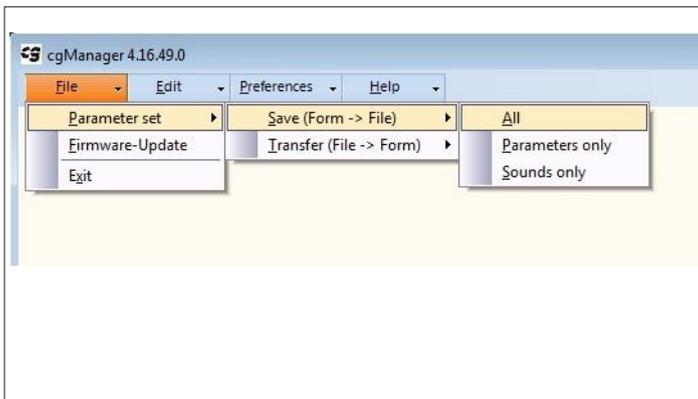

Рис. 87
- Відкриється нижченаведене вікно (рис. 87).